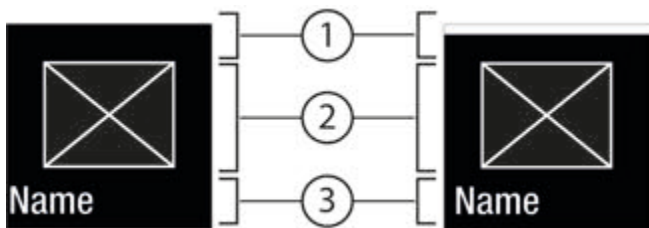
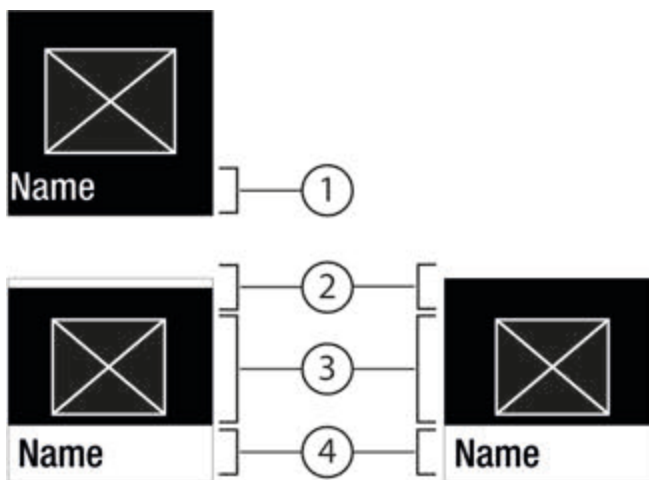

Fig. 6
Fig. 7
- Натиснувши Підтвердити Fig. 5 (2) викликати підменю Fig. 7 (4).
- Налаштувати нове значення: Натиснувши Підтвердити Fig. 5 (2) вибрати деактивоване значення Fig. 6 (1).
- Назад в меню: Натиснувши Підтвердити Fig. 5 (2) вибрати вже активоване значення Fig. 6 (2).
- ▷ Статус: активовано *Fig. 6 (1)* з'являється скоро в підменю *Fig. 7 (4)*.